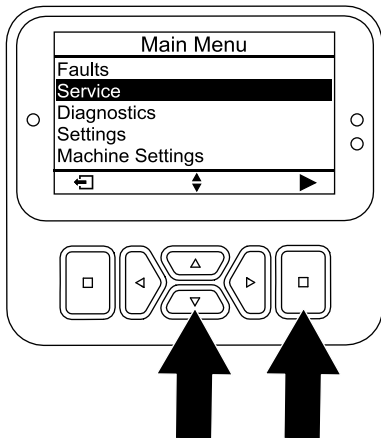

Figura 105
3. Prima o botão baixo até a opção MANUTENÇÃO estar seleccionada, depois prima o botão de selecção (Figura 105).